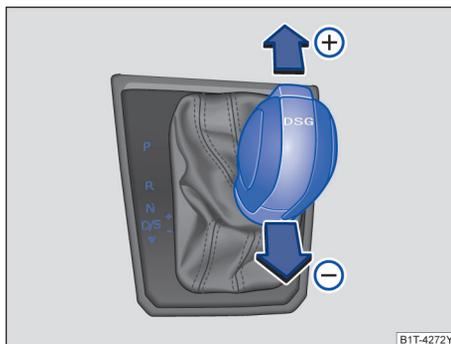

图 139 换挡杆在 Tiptronic 手动电控换挡程序位置上
- 向前  或向后  短促按压换挡杆，即可换高档或降挡 → 图 139。